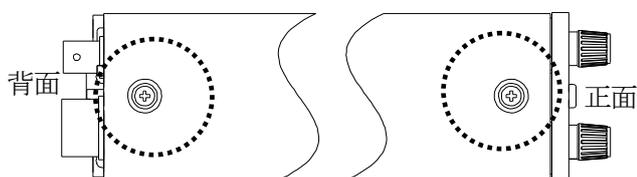

図6-6
2. 本体上面(図6-6)の前後2本のネジ(M3)を取り、本体カバーを取り外します。